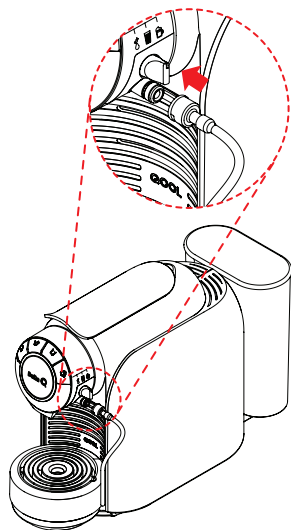

Fig. 23: Conetar o tubo de aspiração do leite.
- Conete o tudo de aspiração do leite ao sistema (ver **Fig. 23**).